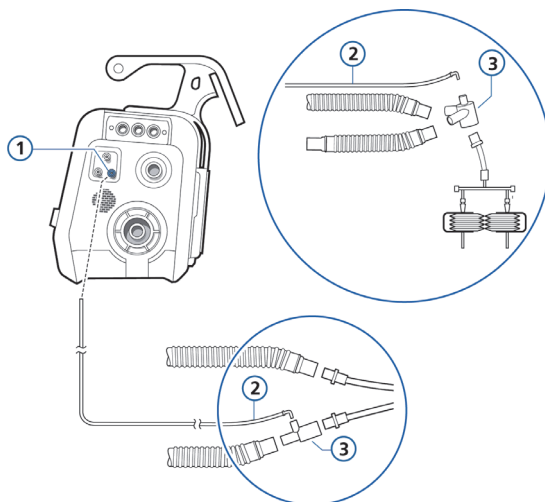

Рисунок 5-10. Подключение линии контроля давления
1. С помощью адаптера подсоедините линию контроля давления к небольшому входному отверстию на верхней части Т- или У-образного коннектора (в зависимости от того, какой используется). См. рис. 5-10.